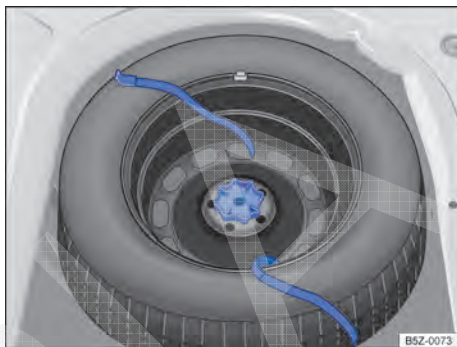

Fig. 176 No compartimento de bagagem: manipulo para fixação da roda de emergência.
- Girar totalmente o manipulo localizado no meio da roda de emergência → Fig. 176, no sentido anti-horário, e remover a roda de emergência.